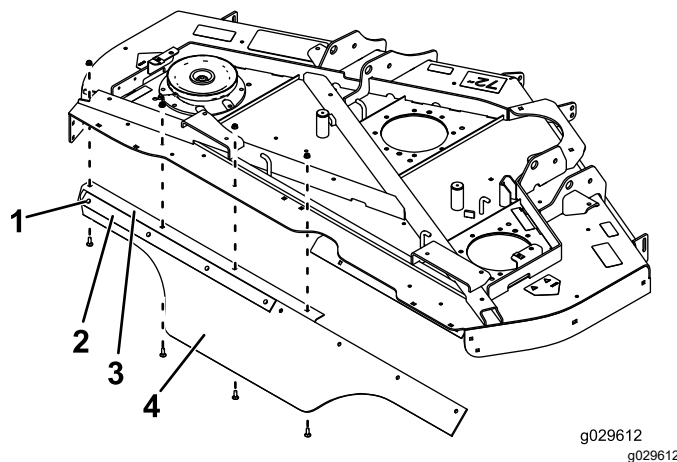

Figura 10
3. Montate, senza serrarli, un nastro di supporto e l'estremità sinistra (angolata) del deflettore sull'angolo posteriore con 4 bulloni a testa tonda (5/16 x 7/8 poll.) e 4 dadi (5/16 poll.), come illustrato nella Figura 10.
4. Montate, senza serrarlo, l'angolo posteriore sul piatto di taglio con 4 bulloni a testa tonda (5/16 x 7/8 poll.) e 4 dadi (5/16 poll.), come illustrato nella Figura 10.